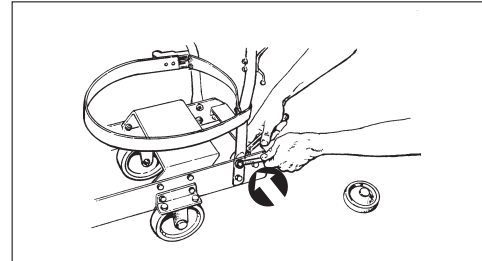

Figura 7
5. Sujete el montaje de la manija al bastidor del camión atomillándolo con los cuatro pernos de 5/16-18 y las tuercas Nyloc provistas y el enchufe del cable de alimentación del motor. (vea la Figura 7). Apriete las tuercas que sujetan las ruedas de inclinación y una las tiras de soporte de la aspiradora según se muestra en la Figura 7.